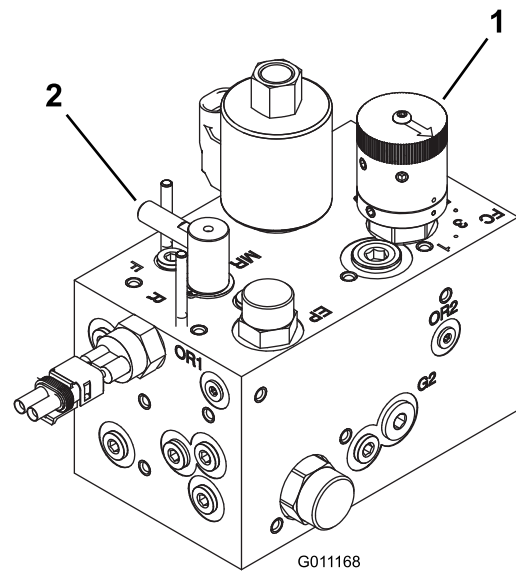

Figure 47
2. Tournez le bouton de commande de vitesse des cylindres (Figure 47) à la position correspondant au numéro trouvé à l'opération 1.